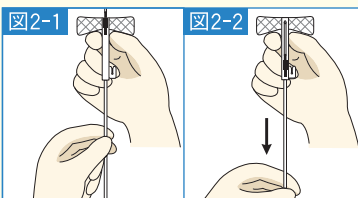

図2-1
- 1) 針を抜いた後、収納ホルダー（シース）を片手に持ち、もう一方の手でチューブを握ります（図2-1）。